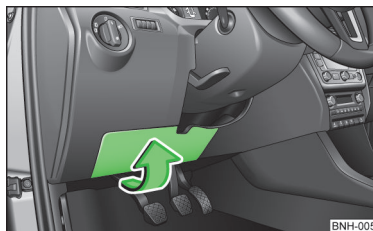

Abb. 144
- Die Abdeckung des Sicherungskastens » Abb. 144 in Pfeilrichtung abnehmen.